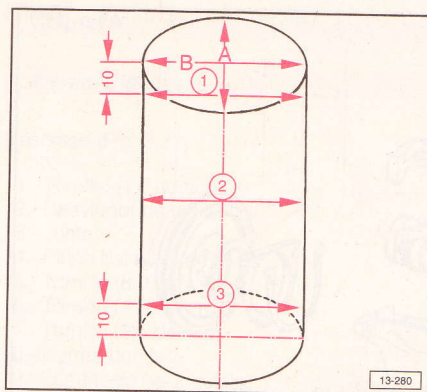

Fig. 2.12
Medir en cruz sobre tres puntos diferentes, en sentido transversal (A) y en sentido longitudinal (B) (Fig. 2.12).